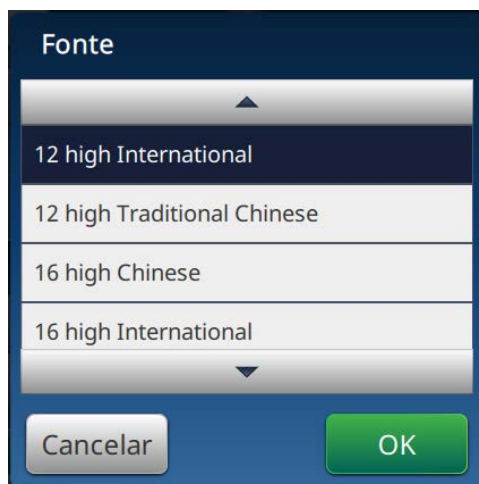

Figura 5-25: Tela Entrada de tamanho da fonte
20. Toque o botão *Fonte* e selecione "12 Alto internacional" na lista suspensa, como mostra a Figura 5-25. Toque o botão